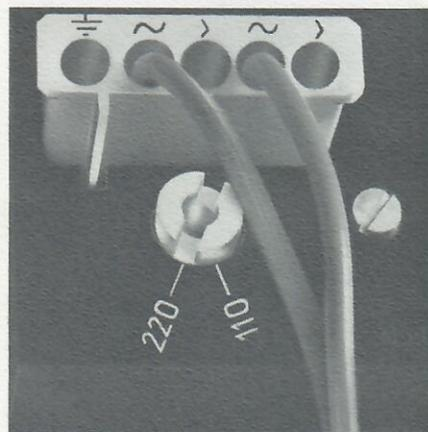

Fig. 2
B. No. 213 982; AMP-No. 160 565/1 (fig. 2)
Lorsqu'on raccorde le tourne-disques soit à un récepteur tous courants ou d'un autotransformateur soit à un amplificateur d'un raccordement pareil, une mise à la terre spéciale de la platine est nécessaire. Une cosse est prévue à cet effet sur la fiche de branchement d'alimentation (fig. 2 et 3).